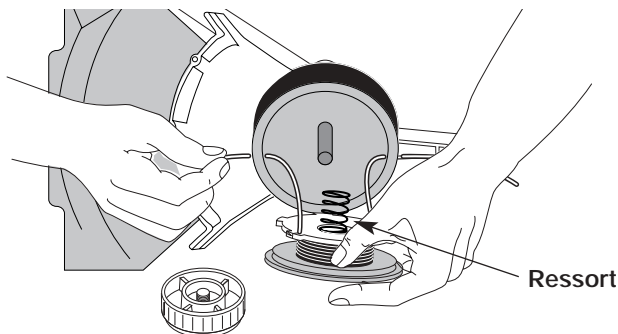

Fig. 32
- Insérez les extrémités du fil dans les œillets de la bobine extérieure et placez le moulinet et le ressort dans la bobine (Fig. 32). Enfoncez le moulinet et la bobine ensemble. Tout en tenant le moulinet et la bobine, saisissez les extrémités et tirez fermement pour dégager le fil des fentes de retenue de la bobine.
5. Insérez les extrémités du fil dans les œillets de la bobine extérieure (Fig. 32).